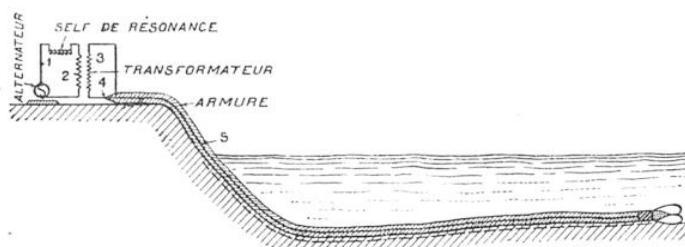

FIG. 1. — FIGURE SCHÉMATIQUE DU CABLE-GUIDE SOUS-MARIN AVEC POSTE D'ÉMISSION
tif, poste que l'on relie à un câble isolé sous-marin. On peut utiliser, pour produire le courant, soit un alternateur (voir fig. 1) soit des lampes génératrices à trois électrodes, comme celles employées pour l'émission dans les stations de T. S. F. Le courant est envoyé dans un circuit (1) comprenant le primaire d'un transformateur (2). Le secondaire du transformateur (3) est réuni à l'âme conductrice du câble (4). Ce câble est fortement isolé et protégé mécaniquement par deux gaines de fils de fer épais (5).